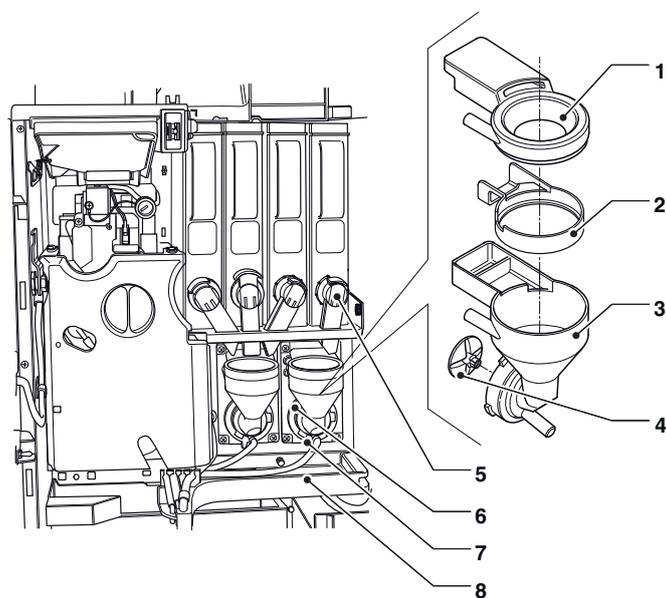

Fig. 9
- Extraia (veja fig. 9) dos misturadores, os funis do pó, transportadores de água, funis do depósito pó e ventoinha dos motores dos misturadores;